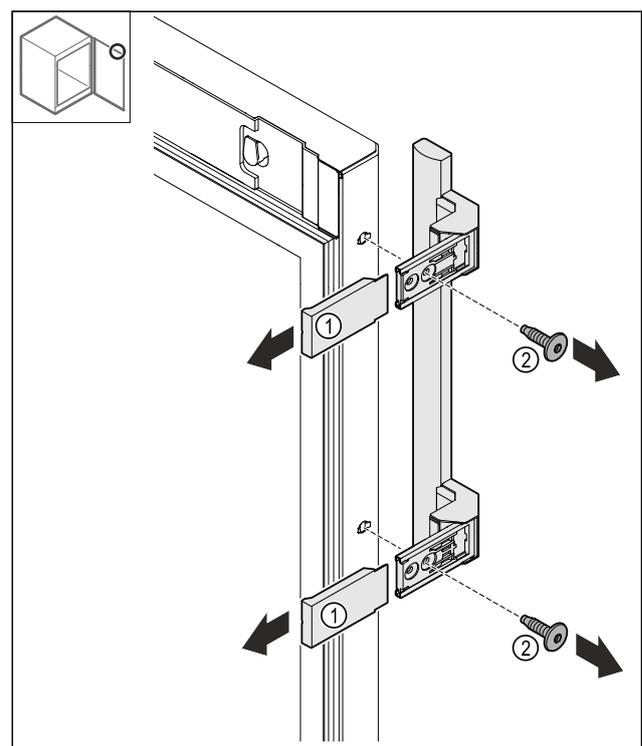

Fig. 25
- ▶ Abdeckungen Fig. 25 (1) abziehen.
- ▶ Schrauben Fig. 25 (2) lösen.